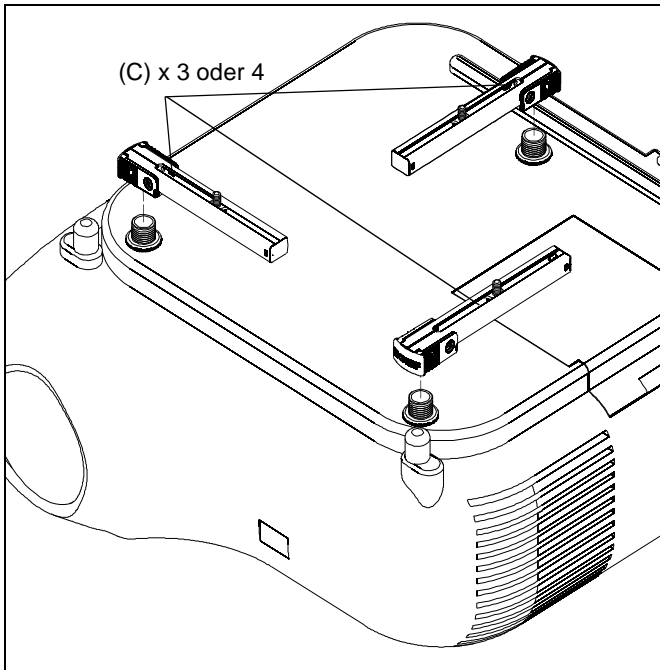

Abb. 4
- Platzieren Sie die SSBU/SSMU-Beine (C) über den Schraubadaptern mit den Höheneinstellmutter. (Siehe Abb. 4)